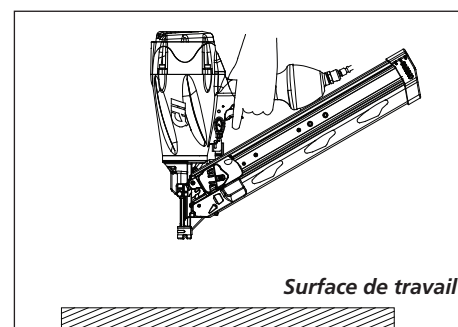

Figure 19
6. Retirer la cloueuse de la surface de travail. La PC doit revenir à sa position originale vers le bas. Tirer la gâchette (voir la Figure 19). La cloueuse **NE DOIT PAS FONCTIONNER**. Ne pas utiliser l'outil s'il fonctionne lorsqu'il est soulevé de la surface de travail. Des blessures pourraient en résulter.